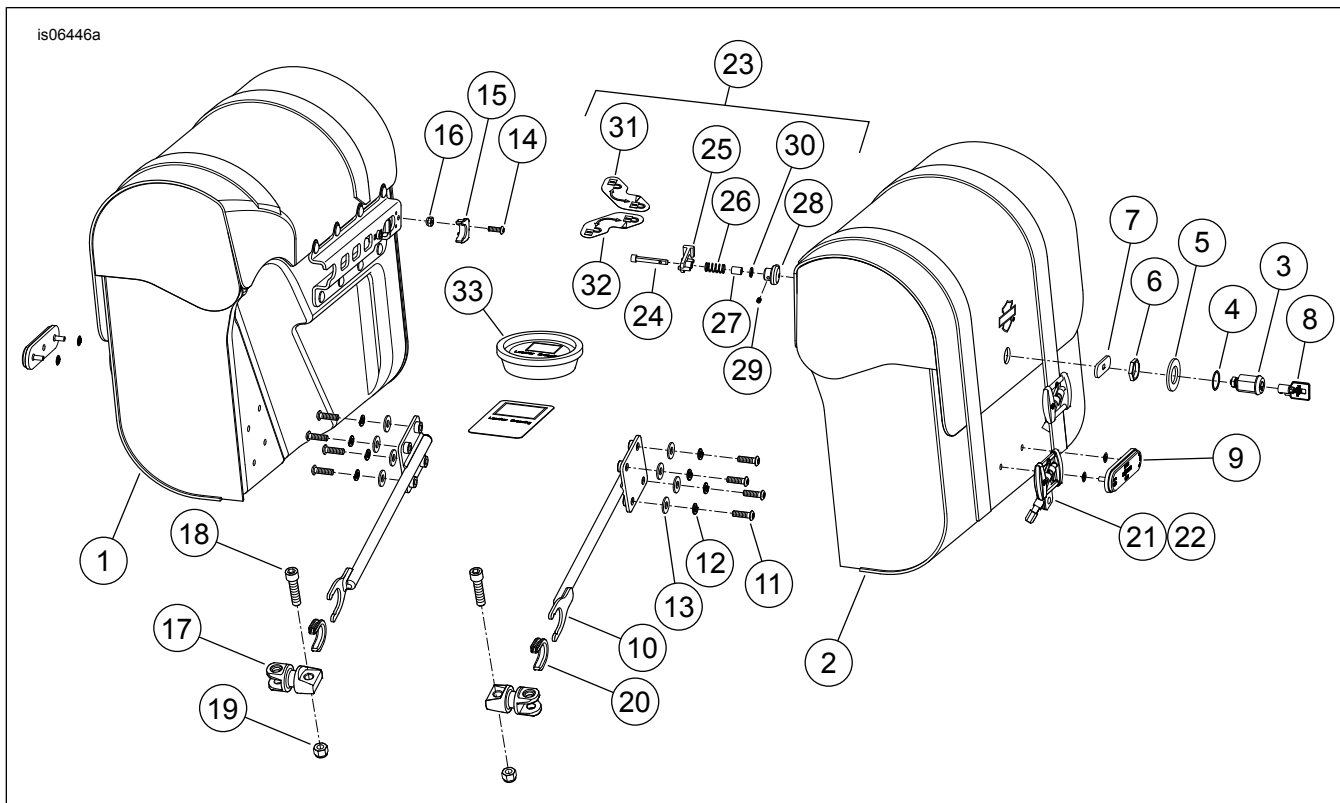

Figura 8. Parti di ricambio: Kit borse portapacchi rimovibili modelli XL
4. Installare l'adattatore posteriore di ancoraggio (1) usando la vite (2) e il dado (3). Serrare saldamente.
5. Vedere Figura 8 e Tabella 1. Procurarsi i bracci di sostegno della borsa portapacchi con i relativi fermi a U (10 e 20), le viti (11), le rondelle piatte (13) e le rondelle di sicurezza (12).
1. Vedere Figura 8 e Tabella 1. Procurarsi dal kit gli elementi della serratura 3-7.